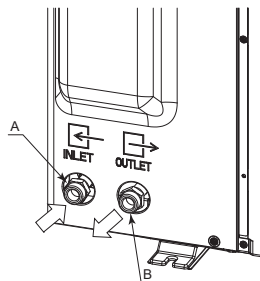

Fig. 6-1
6.1. Tilslutning af vandledninger (Fig. 6-1)
- Ind- og udgangsrørens placering er vist på Fig. 6-1.
[Fig. 6-1]